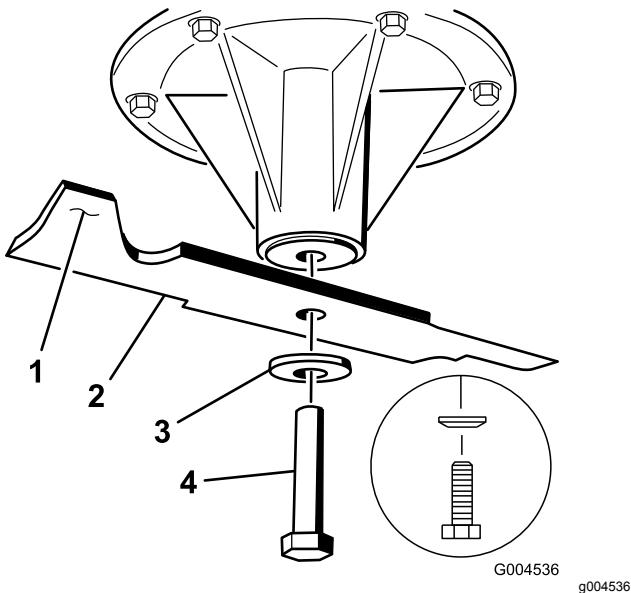

Figura 105
1. Montate la lama sull'asse del fusello (Figura 105).
2. Montate il disco elastico e il bullone della lama (Figura 105).
Nota: Il cono del disco elastico deve essere rivolto verso la testa del bullone (Figura 105).